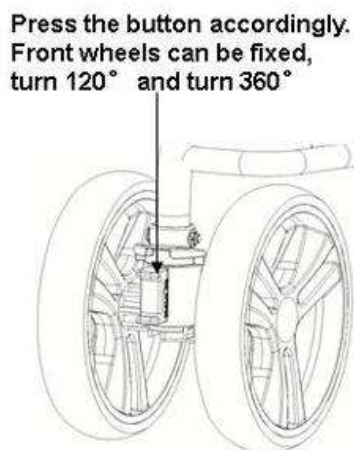

Figure 5
2. Quando il pulsante direzionale viene premuto verso il basso per disinnestarsi dal tubo fisso, si avverte un distinto feedback tattile durante il movimento verso il basso. Le ruote anteriori possono quindi ruotare di 60° a sinistra e 60° a destra, come illustrato nelle figure 5 e 6.